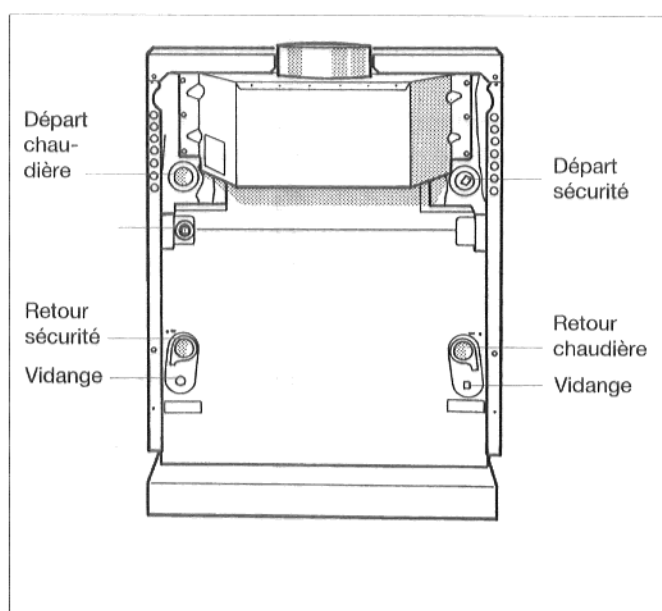

Fig. 3
- Raccorder la chaudière à la tuyauterie de l'installation de chauffage. Pour assurer un bon fonctionnement de la chaudière, n'effectuer les raccordements respectifs qu'aux endroits prévus à cet effet (fig. 3).
La soupape de sécurité doit être montée sur le départ sécurité (fig. 3).